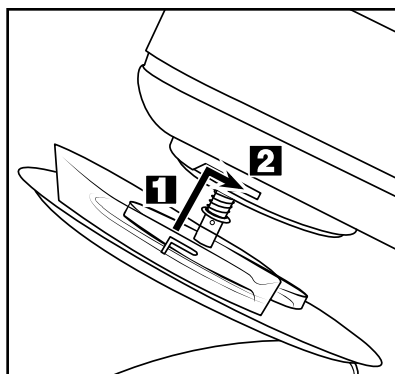

Fig. 1: Montarea capacului **9**
- Împingeți capacul **9** de jos pe brațul pivotant **1** astfel încât piedicile de pe capac **9** să intre pe șinele de pe brațul pivotant **1** (fig. 1 / **1**). Săgeata de pe capacul **9** trebuie să indice simbolul  de pe brațul pivotant **1**:
- Pentru blocare rotiți capacul **9** în direcția săgeții  în așa fel încât piedica să se blocheze, iar capacul **9** să rămână într-o poziție fixă (fig. 1 / **2**).